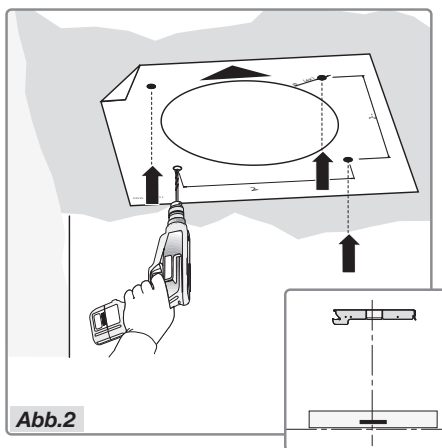

Abb.2
Achtung: Durch Halogenlampen derselben Bauart ersetzen. Diese nicht mit bloßen Händen berühren; nach dem Wechseln das Deckglas **C** wieder verschließen; siehe Abb.2.
- Bringen Sie die Bohrschablone an der Decke an; dabei zeigen die Pfeile die Bedienseite der Dunstabzugshaube an (Abb.2).